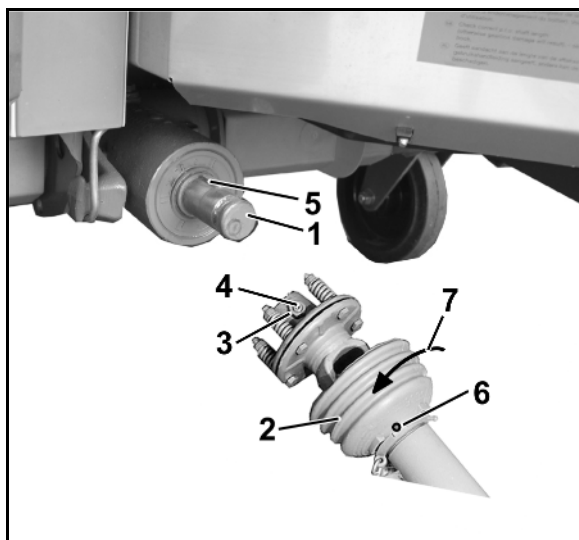

Рис. 37
2. Очистите первичный вал редуктора (Рис. 37/1).
4. Выверните фиксирующий винт (Рис. 37/6).
5. Поверните защитную воронку (Рис. 37/2) в положение для монтажа (Рис. 37/7).
7. Ослабьте контргайку (Рис. 37/3) на соединительной вилке фрикционной муфте (настолько чтобы установочный винт больше не выступал над контргайкой), выверните установочный винт с внутренним шестигранником (Рис. 37/4) и проверьте, легко ли надевается соединительная вилка на приводной вал.
Обращайте внимание на полное перекрытие призматических шпонок (Рис. 37/5)!
9. Зафиксируйте карданный вал от осевого смещения. Для этого прочно затяните торцовым шестигранным ключом установочный винт и законтрите гайкой (Рис. 37/3).
2. Ослабьте контргайку (Рис. 37/3) на соединительной вилке фрикционной муфты. Вывинтите установочный винт (Рис. 37/4).